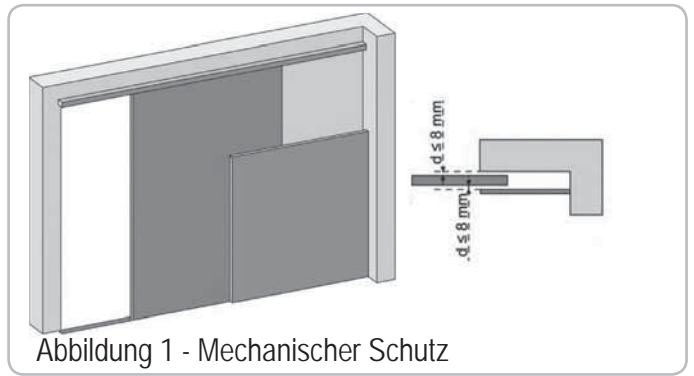
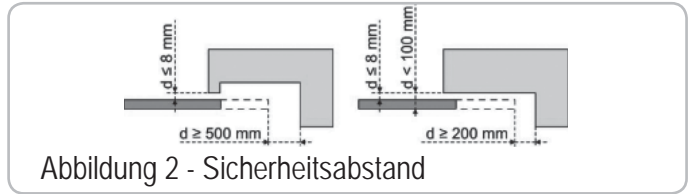

Abbildung 1 - Mechanischer Schutz
Abbildung 2 - Sicherheitsabstand
ZONE 2* Quetschgefahr an einem angrenzenden festen Bauteil	Hinderniserkennung durch den Antrieb. Es muss unbedingt geprüft und festgestellt werden, dass die Grenzwerte der Betriebskräfte und Reversierungszeiten gemäß Anhang A der Norm EN 12 453 eingehalten sind. Schutz durch eine mechanische Vorrichtung (siehe Abbildung 1) oder durch Sicherheitsabstände (siehe Abbildung 2)
2.1 Lieferumfang - Abb. 1
2.2 Anwendungsbereich - Abb. 2
> Torart (Abb.2)